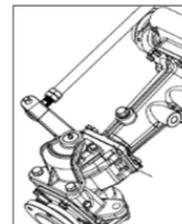

Fig.5.29
- Il tappo di riempimento dell'olio (A) è situato sul lato destro dell'asse anteriore (come mostrato in fig.5.29).